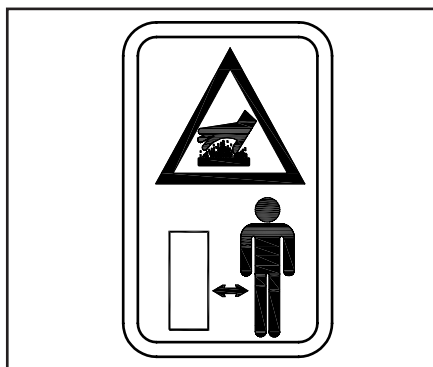

Abb. 2.26
28.2 Verbrennungsgefahr (Abb.2.26)